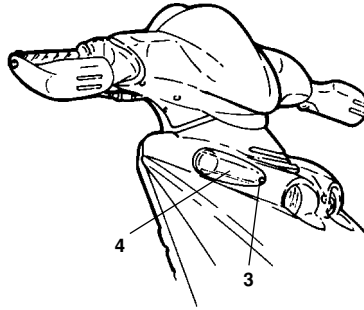

Fig. 49
- Proceder del mismo modo anterior, primero desenroscar el tornillo (3 - Fig. 49) y sacar la tapa transparente (4 - Fig. 49).
- Procéder à la même méthode comme décrit ci-dessus, mais en premier, dévisser la vis (3 - Fig. 49) et enlever le cabochon (4 - Fig. 49).